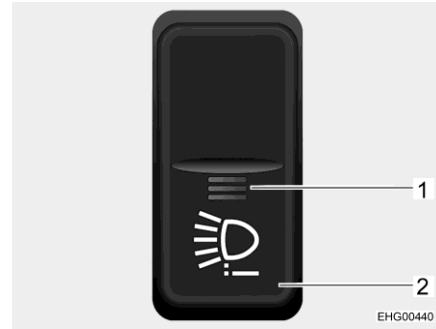

Fig. 13 Interruttore a bilico
- Premere l'interruttore a bilico (Fig. 13,2). La luce rossa dell'indicatore di funzionamento (Fig. 13,1) si accende. Nell'indicatore del pannello degli strumenti viene visualizzato brevemente l'avviso "Illuminazione aggiuntiva attiva".
Per disattivare l'abbagliante LED aggiuntivo, spegnere il motore o premere di nuovo l'interruttore a bilico (Fig. 13,2). La luce rossa dell'indicatore di funzionamento (Fig. 13,1) si spegne.